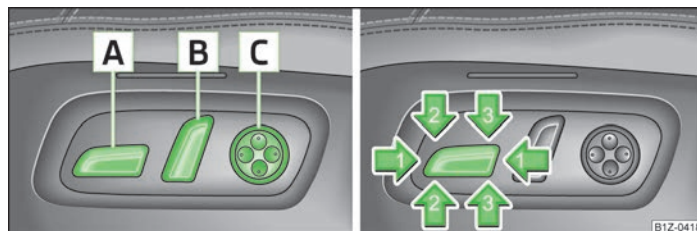

Fig. 41 Elemente de comandă pentru reglarea electrică a scaunelor
- Apăsați comutatorul  » fig. 41 în față, respectiv în spate, în sensul săgeții 1.
- Apăsați comutatorul  » fig. 41 în sus, respectiv în jos.
- Apăsați comutatorul  » fig. 41 în sensul săgeții 2, respectiv 3.
- Apăsați comutatorul  » fig. 41 în sensul în care doriți să faceți reglajul.